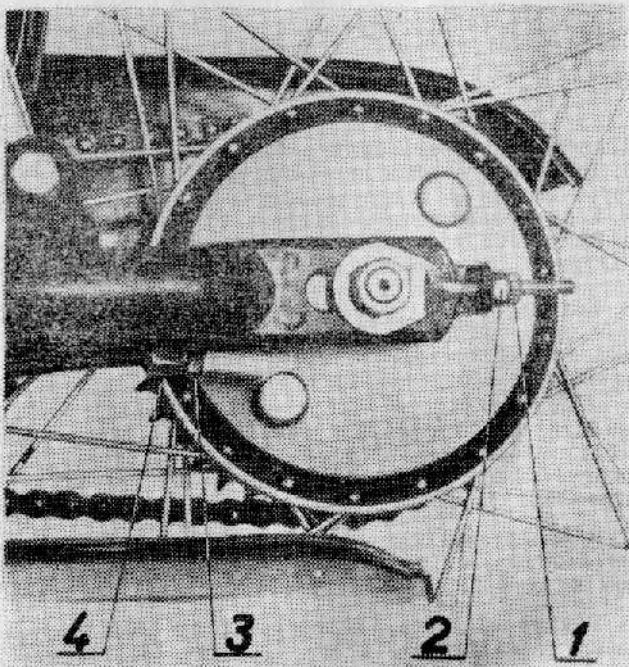

Рис. 9.
2. Отпустить контргайки 1 (рис. 9) с обеих сторон.
3. Вращением гайки 2 (рис. 9) с обеих сторон натянуть цепь.
вильно отрегулирован, если педали поворачиваются до начала торможения дополнительно основному углу свободного поворота еще на 5—10 градусов. Регулировка производится с помощью регулировочного винта 4 (рис. 9) на диске заднего колеса. Винт крепится гайкой 3.